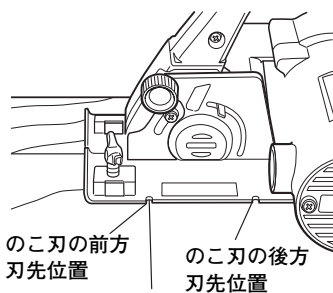

図 11
- (3) ベース側部の溝はこのこ刃の前後の位置を示します。材料を途中まで切断する時などに便利です。(図11)